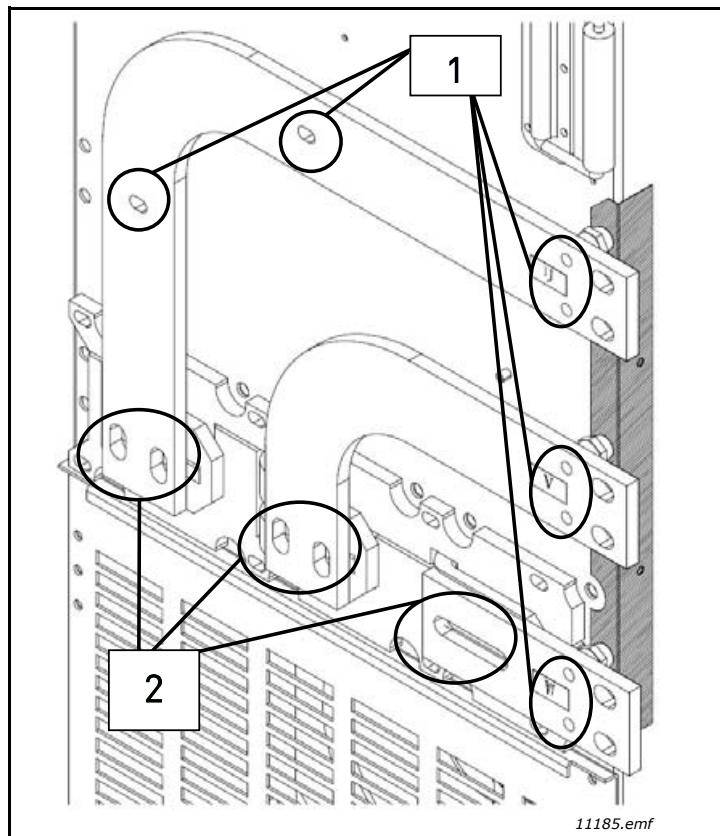

图 26. 右侧连接
1. 打开图 26 中编号为 1 的紧固件。
2. 打开图 26 中编号为 2 的紧固件。